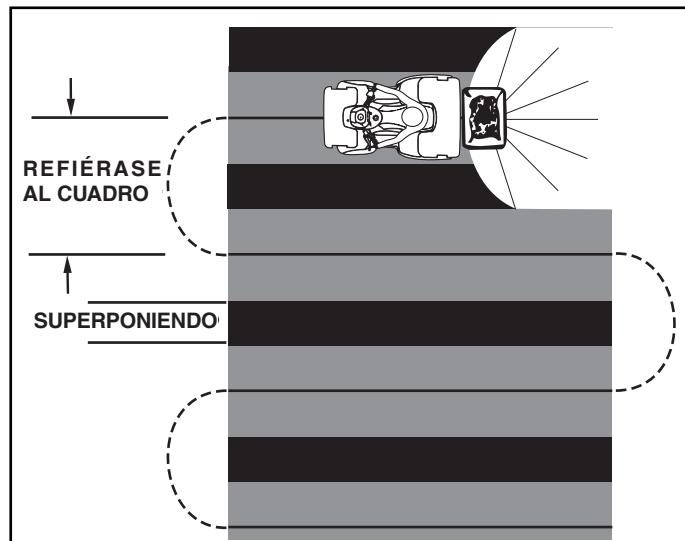

FIGURA 13
- Para garantizar un cubrimiento uniforme, realice cada pasada superponiendo ligeramente el patrón de lanzado de la pasada anterior, según se muestra en la figura 13. Los anchos aproximados de lanzado para los diferentes materiales, se muestran en el cuadro de aplicación en esta página.